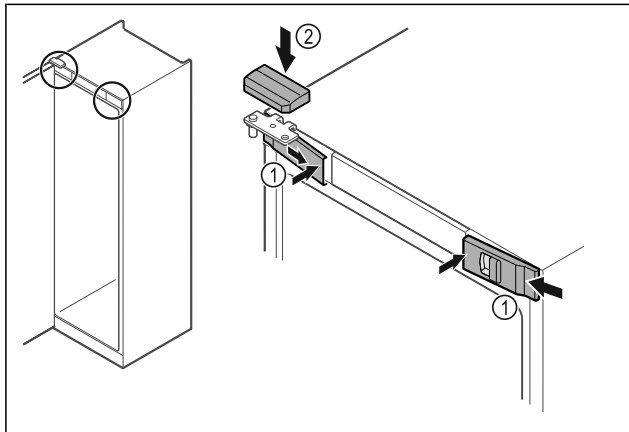

Fig. 48 *
- ▶ Akassza be oldalt az elülső burkolatokat Fig. 48 (1), és belül pattintsa be.*
- ▶ Felülről pattintsa be a felső burkolatot Fig. 48 (2)*.